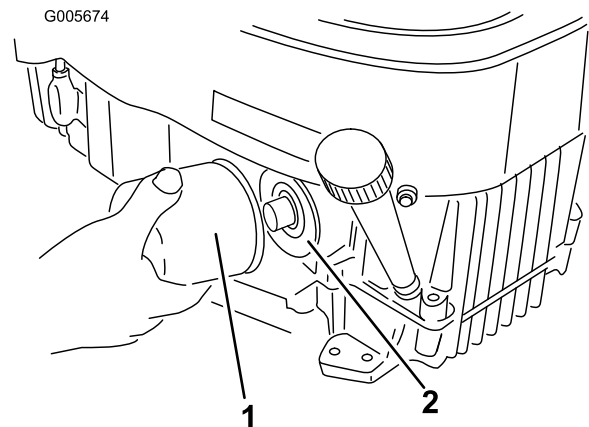

Figura 38
2. Retire el filtro de aceite usado (Figura 38).
4. Instale el filtro de aceite nuevo en el adaptador. Gire el filtro en el sentido de las agujas del reloj hasta que la junta de goma entre en contacto con el adaptador del filtro, luego apriete el filtro tres cuartos de vuelta más (Figura 38).